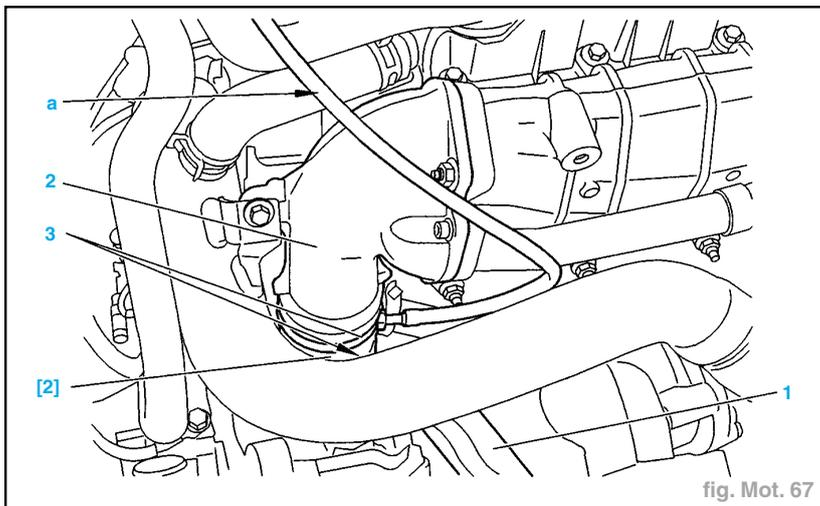

fig. Mot. 67
- les colliers (3) (fig. Mot. 67),
- Placer l'outil [2] (manchon réf. 4185T) entre le tube (1) et le conduit (2).